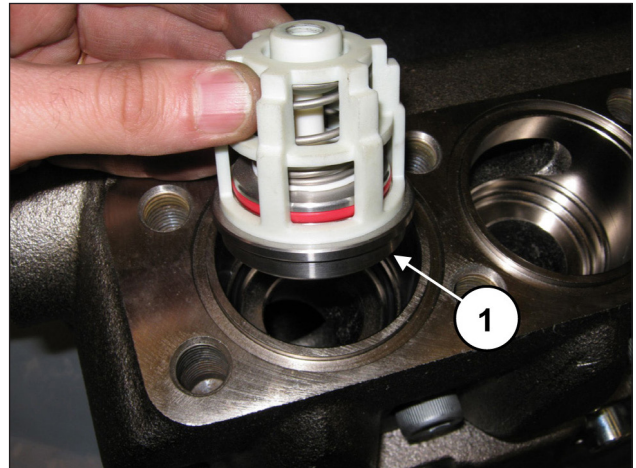

Abb. 156
Setzen Sie die Druckventilgruppe ein (Pos. ①, Abb. 156).